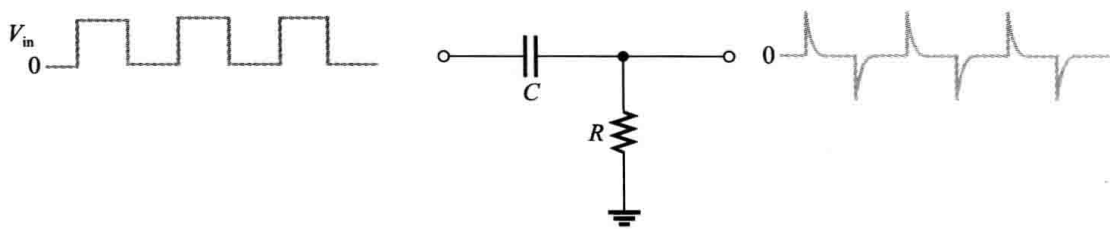

图 15-51 极短时间常数微分器产生正、负尖峰
微分器电路可以用来产生正负极性持续时间很短的脉冲（尖峰），如我们在系统举例 15-2 中所见。当时间常数比输入脉冲宽度短时，微分器在每个输入的正向跳变边沿产生一个正尖峰，而在每个输入的负向跳变边沿产生一个负尖峰，如图 15-51 所示。可以使用二极管去除正或负的触发脉冲。
3. 图 15-51 中的微分器必须具有什么特性才能在输出产生持续时间非常短的尖峰？